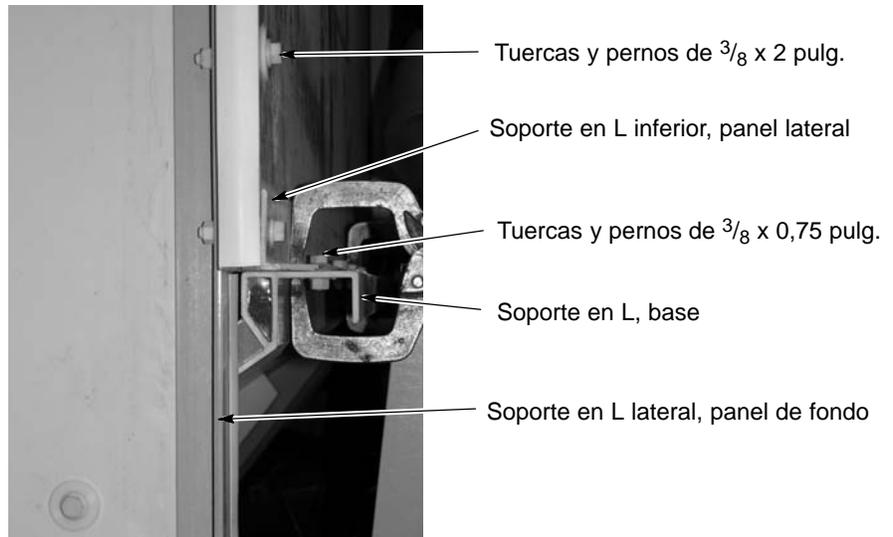

Figura 6 Apriete y empernado del panel lateral
1. Ubicar los paneles laterales (1). El panel lateral con la abertura de conducto (2) debe estar instalado con la abertura por encima del conducto de transición (11) en la base.
2. Colocar los paneles de pared laterales en los soportes en L de la base (5) y fijar los paneles en su sitio, tal y como se muestra en la figura 6. En el interior, asegurarse de que los paneles estén alineados con los paneles base.
3. Fijar los paneles de pared laterales a los soportes en L laterales de los paneles de fondo (4). Asegurarse de que las partes superiores de los paneles laterales y paneles de fondo estén alineadas entre sí y aplomadas.
4. Con una broca de $\frac{3}{8}$ pulg., taladrar los soportes en L laterales de los paneles de fondo utilizando como guías los casquillos de reborde en los paneles laterales. Sujetar los paneles laterales en los paneles de fondo con tuercas y pernos embreados de nailon de $\frac{3}{8}$.16 x 2,00 pulg. (7).
5. Con una broca de $\frac{3}{8}$ pulg., taladrar los soportes en L inferiores de los paneles laterales y los soportes en L de la base. Sujetar los paneles laterales en la base con tuercas y pernos embreados de nailon de $\frac{3}{8}$.16 x 0,75 pulg. (6).
6. Encuadrar los lados de las entallas en U (8) entre sí y apretar en su sitio utilizando un soporte en L de plástico (9) como abrazadera lateral. No apretar directamente contra los paneles; proteger las mordazas de sujeción con una parte del soporte en L o una placa de madera.
8. Medir, cortar e instalar los soportes Unistrut (10) retirados previamente y que sirven de apoyo para las secciones de pared.